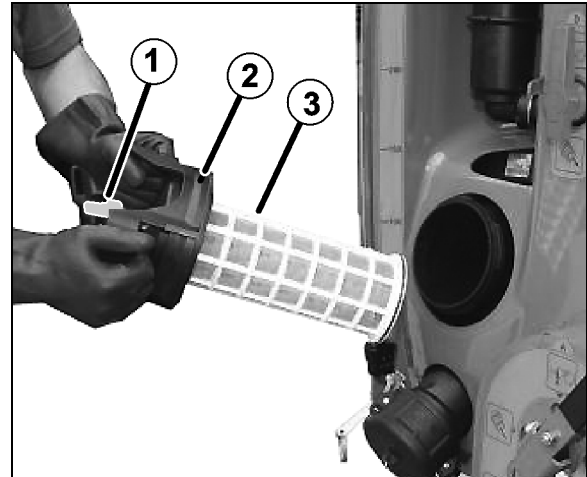

Fig. 152
Reinigen Sie den Saugfilter (Fig. 152) täglich nach dem Reinigen der Feldspritze.
1. Deckel des Saugfilters lösen (Fig. 152/2).
2. Deckel mit Saugfilter (Fig. 152/3) abnehmen und mit Wasser reinigen.
5. Deckel des Saugfilters lösen (Fig. 152/2).
6. Entlastungsventil am Saugfilter betätigen (Fig. 152/1).
7. Deckel mit Saugfilter (Fig. 152/3) abnehmen und mit Wasser reinigen.